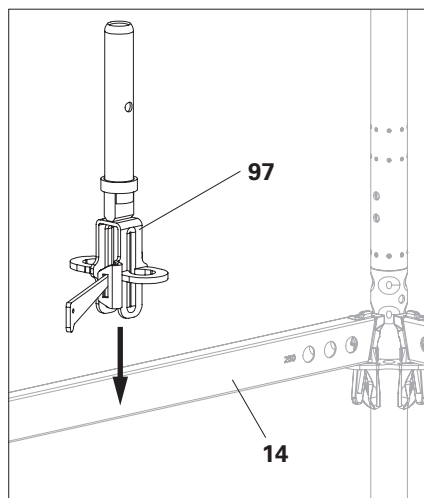

Fig. A11.10b
1. Estrarre il cuneo dalla chiave di serraggio e inserire la chiave di serraggio sul corrente orizzontale (14). (Fig. A11.10b)
3. Inserire il montante verticale sul connettore UH (97).
5. Agganciare dall'alto il corrente orizzontale (14a) nel semi supporto corrente UHA (97).